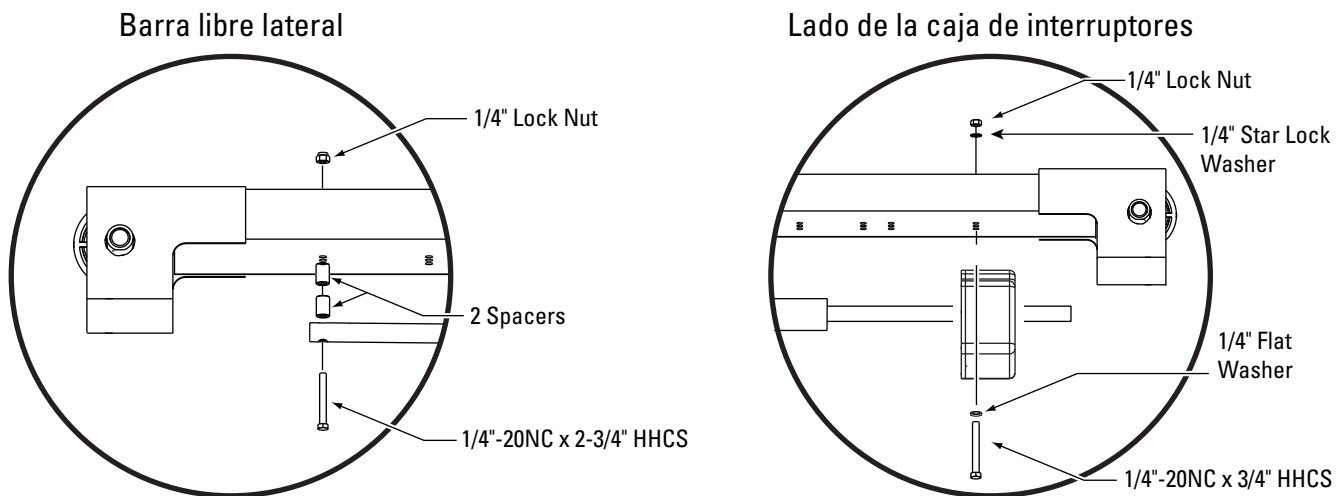
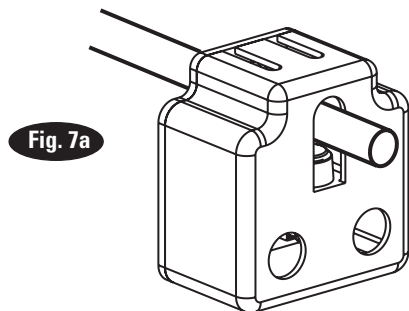
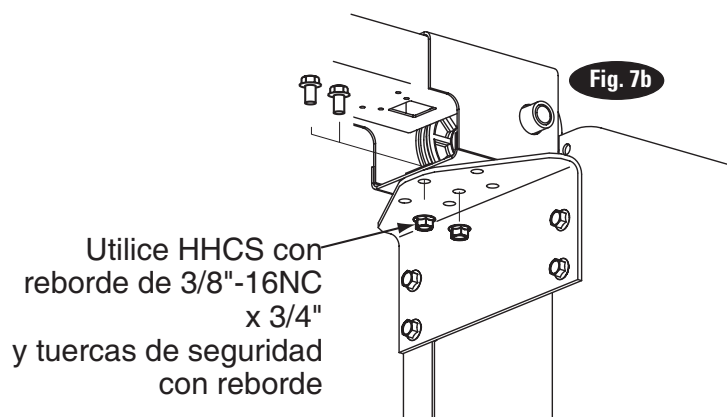

Fig. 6
Fig. 7a
Fig. 7b
IMPORTANTE: Todas las rondanas de estrella deben de montarse en la columna del lado derecho para asegurar la conexión a tierra del interruptor del límite superior. No se necesitan las rondanas de estrella al montar la columna del lado izquierdo. Tenga en cuenta el montaje de la extensión de la columna, Fig. 3 así como el montaje del interruptor del límite superior en la Fig. 3 y Fig. 6.
6. Montaje superior: Ajuste la parte superior a la dimensión apropiada entre el eje de los ejes de la polea, Fig. 6. Deslice la caja de conmutación sobre la barra del interruptor para asegurar que los orificios de bloqueo apunten hacia la columna con la unidad de potencia. Utilice (2) tornillos HHCS de 1/4"-20NC x 3/4" de longitud, (2) arandelas planas y (2) arandelas y tuercas estrella de 1/4" para montar la caja de interruptores en la parte superior, Fig. 7a y Fig. 7b.
7. Para una sola fase con caja de control con pulsador: Inserte (2) HHCS de 1/4"-20NC x 2-3/4" a través del orificio pivote al final de la barra del interruptor. Inserte el lado opuesto de la barra a través de la ranura en el soporte de montaje del interruptor. A continuación, añada espaciadores entre la barra del interruptor de límite y la parte superior, Fig. 6, utilizando (2) espaciadores y una tuerca de seguridad 1/4"-20NC. Apriete el tornillo Hexagonal dejando un espacio de 1/16" entre el espaciador y el ensamblaje superior.
8. Puente superior: Instale el conjunto superior en el soporte de montaje con (2) HHCS con brida de 3/8"-16NC x 3/4", (2) tuerca de seguridad con brida de 3/8-16NC, Fig. 7b. Asegúrese de que la caja del interruptor límite esté montada del lado de la unidad de potencia. Apriete los tornillos al centro del conjunto de puente superior.